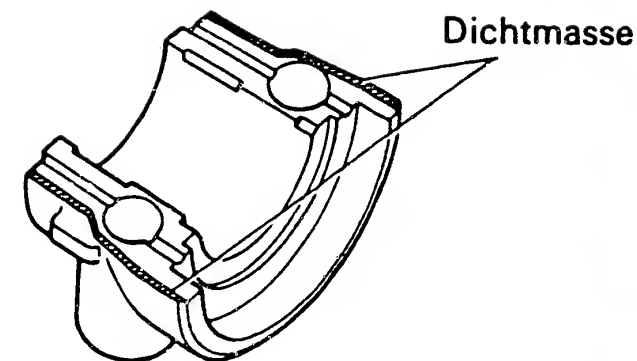

Bild 20 Motor 3S-GE: Beim Einbau der Nockenwellen sind die vordersten Lagerdeckel mit Dichtungsmasse zu bestreichen.
d) **Nockenwelle und Ventile:** Beim Einbau sind die Nockenwellen so einzulegen, dass die Nocken des 1. Zylinders nach aussen zeigen. Der vorderste Lagerdeckel ist mit Dichtungsmasse zu montieren (Bild 20). Die Nockenwellen-Lagerdeckel sind in mehreren Durchgängen in der gezeigten Anzugsreihenfolge (Bild 19) auf 19Nm festzuziehen. Beim Auflegen des Ventildeckels ist an den Ecken der Nockenwellen-Lagerdeckel Dichtungsmasse aufzutragen.